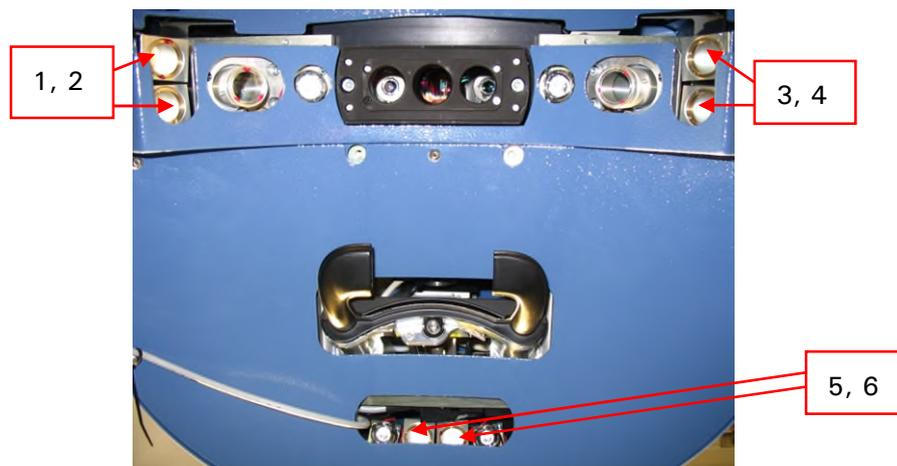

Figura 8-13: LED a infrarossi per il sistema di monitoraggio dell'occhio
L'illuminazione a infrarossi per il sistema di monitoraggio dell'occhio AMARIS è fornita da **sei (6)** LED situati sul lato inferiore del braccio laser (Figura 8-13:).